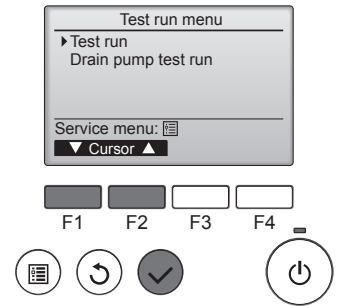

Fig. 7-2
- ② Test çalıştırma menüsünden "Test run" (Test çalıştırma) öğesini seçin ve [SEÇİM] düğmesine basın. (Fig. 7-2)
- ③ Test çalıştırılır ve Test çalıştırma ekranı görüntülenir.